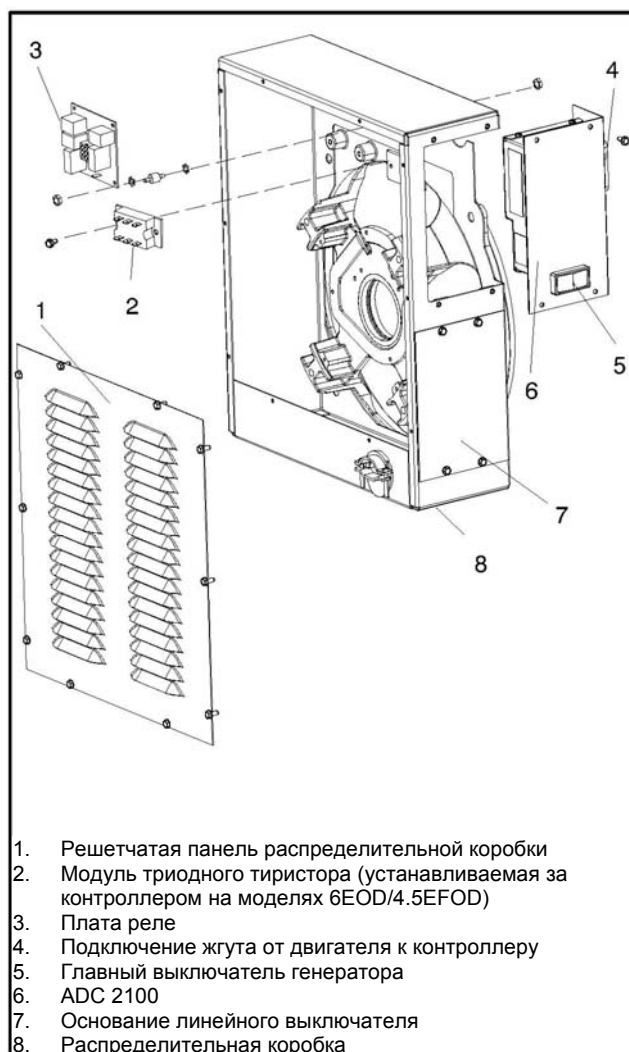

Рисунок 9-4 Цифровой блок управления (ADC 2100)
12. Снять распределительную коробку, модуль ТТ и плату с реле по мере необходимости, см. Рисунок 9-4.